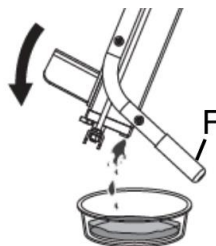

fig. 6
3. Soulevez et placez la fendeuse de bûches sur les poignées (F) et vidangez l'huile dans un récipient (non compris) pouvant contenir jusqu'à 4 L (fig. 6).